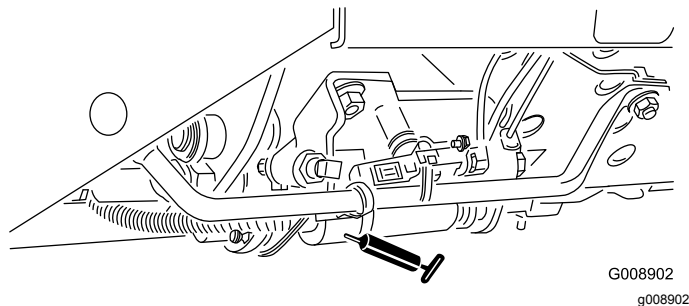

Figure 57
- Sélecteur de tonte/transport (Figure 57)